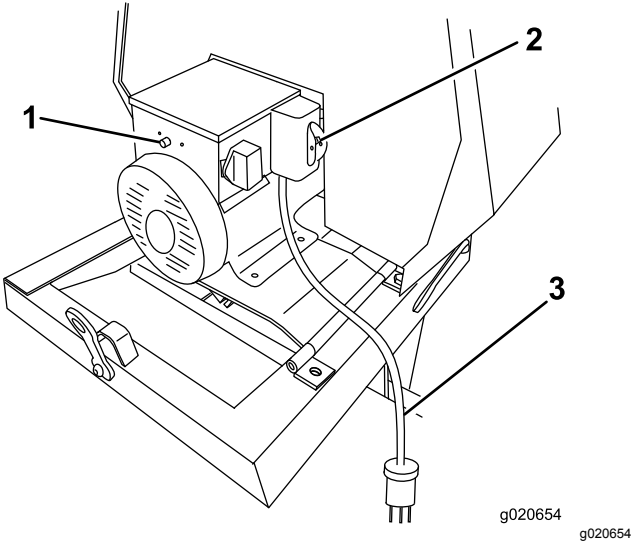

Figura 25
2. Desconecte la clavija eléctrica de la máquina de la fuente eléctrica (Figura 25).
4. En el lado de la caja de empalmes del motor, pulse el botón de reinicio por el protector contra sobrecargas térmicas (Figura 25).